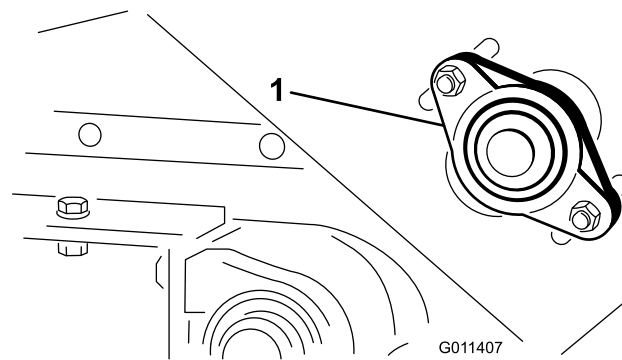

Figura 22
1. Desaperte as porcas que seguram a caixa de rolamentos (Figura 22) para o lado direito da máquina.